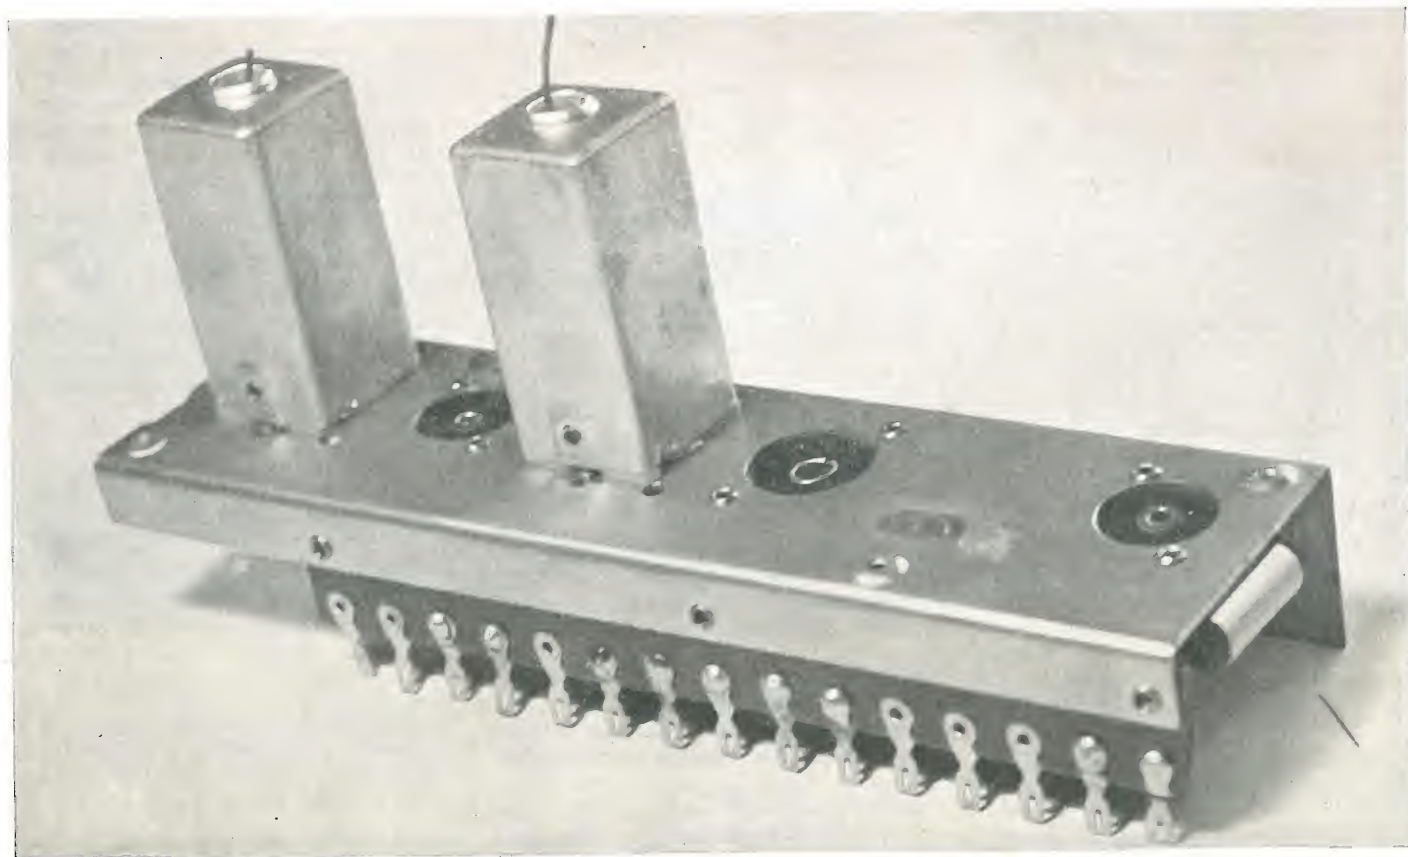

Fig. 28 - Il telaio di bassa frequenza visto dall'alto.
Lo standard televisivo europeo prevede per la ricezione della colonna sonora che accompagna la visione TV un canale di segnali modulati di frequenza (FM). Questo sistema di modulazione presenta infatti notevoli vantaggi primo tra tutti quello di eliminare quasi tutti i disturbi che di solito affliggono la ricezione dei normali programmi radio (vedi fig. 28).